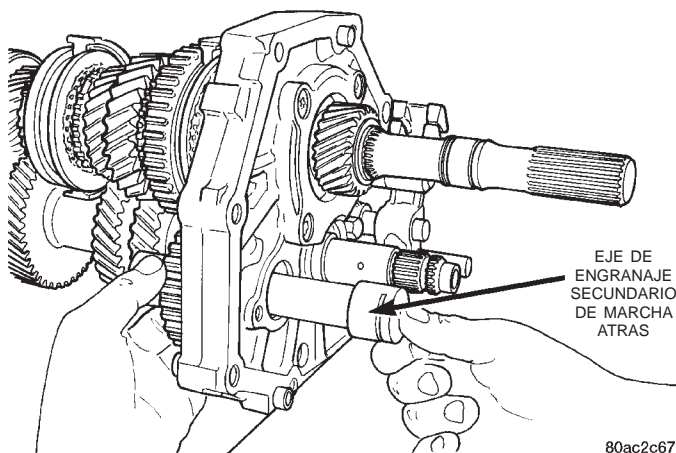

Fig. 57 Desmontaje del eje de engranaje secundario de marcha atrás
(9) Retire el perno que fija la placa de fijación del eje del engranaje secundario de marcha atrás en la placa intermedia.
(10) Retire el eje y el engranaje secundario de marcha atrás (Fig. 57).